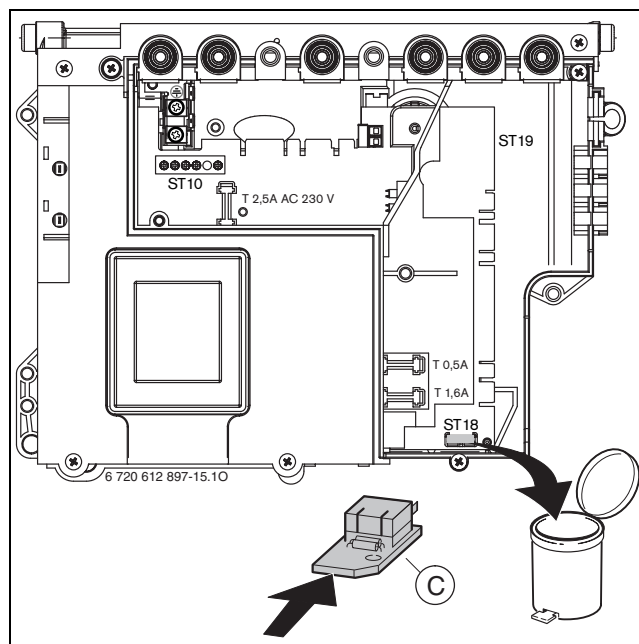

Fig. 38
- ▶ Cambiare la chiave di codifica (→ fig 38).